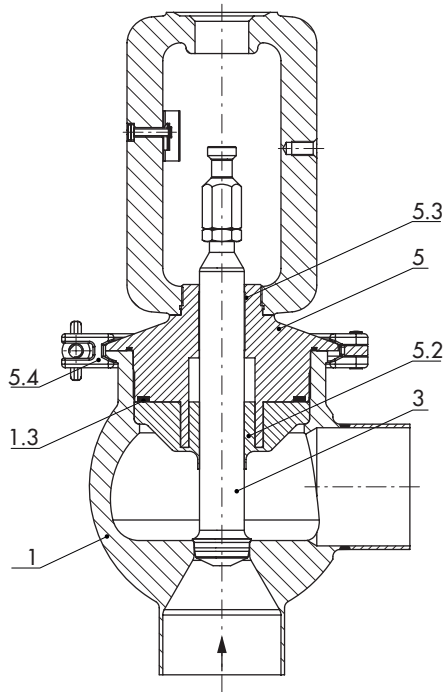
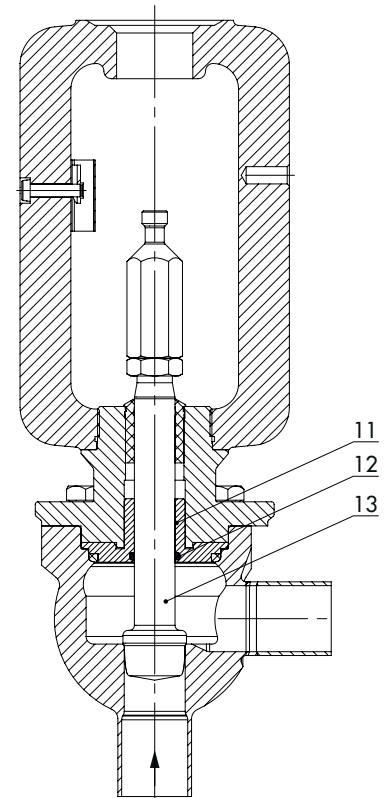

Fig. 3: Vanne type 3347, corps usiné dans la masse selon prescriptions 3A et EHEDG
Fig. 6: Vanne type 3347, exécution avec système d'étanchéité amélioré pour fluides qui cristallisent ou forment des dépôts
- Chapeau avec **système d'étanchéité spéciale** (sans conformité 3A ni EHEDG, Fig. 6)
Fonctionnement (Fig. 3 jusqu'à Fig. 6)
L'étanchéité de la tige de clapet est assurée par un joint de tige PTFE (5.1). La tige de clapet est guidée vers l'extérieur par une autre douille (5.3), voir Fig. 4 et Fig. 5. Dans l'exécution EHEDG, la tige de clapet est guidée par le joint de corps et de tige (5.2), voir Fig. 3.
Légende de Fig. 3 à Fig. 6
²⁾ Seulement avec le clapet à étanchéité métallique et avec l'exécution de la Fig. 3 (guidage PTFE)